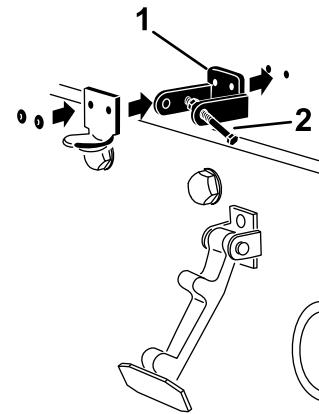

图4
4. 如 图4 所示对齐机罩门锁支架、CE 锁支架与机罩中的孔。
**注意** 将 CE 锁支架与机罩对齐 图4。不要从 CE 锁支架臂卸下螺栓和螺母。
6. 用铆钉将支架和垫圈铆定到机罩 图4。